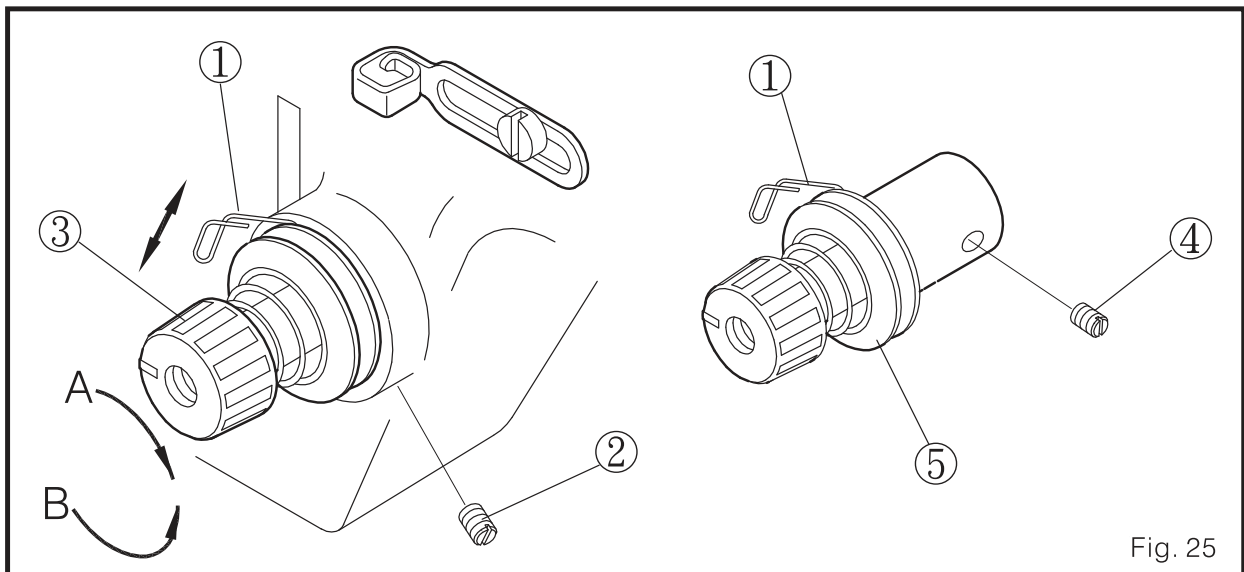

Fig. 25
1. Ajustando o curso do tensor de linha ①. (Fig. 25)